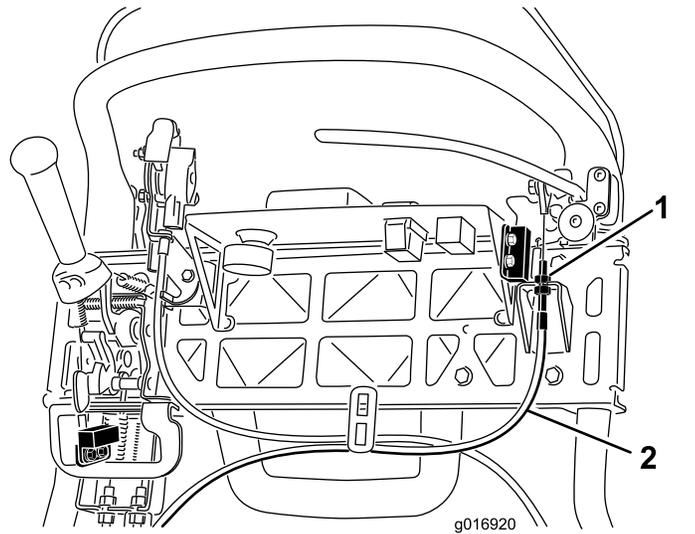

Рисунок 43
3. Для увеличения натяжения троса ослабляйте верхнюю зажимную гайку троса и затягивайте нижнюю зажимную гайку троса (**Рисунок 43**) до тех пор, пока усилие на рукоятке рычага тормоза, требуемое для отпущения фиксатора стояночного тормоза, не составит 156 Н. Во избежание прихватавания ленточного тормоза не допускайте чрезмерного натяжения троса.